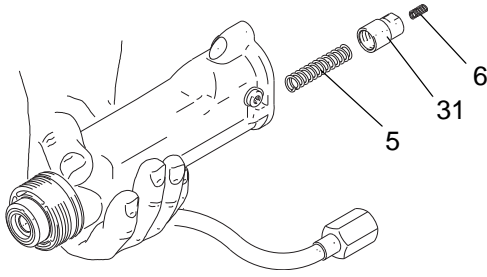
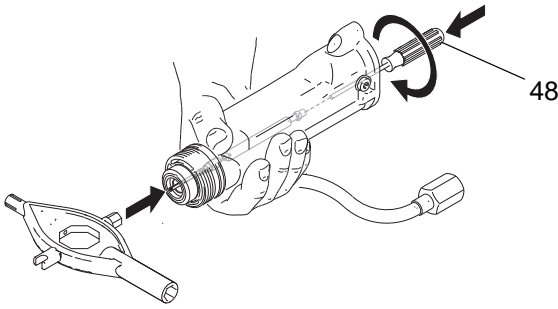

FIG. 30 Yay Başlığı ve Yaylar
FIG. 31. Akışkan İğnesinin Sökülmesi
3. Namluyu (1) sökün, sayfa 42.
4. Yaylı başlığı (31) ve yayı (5) namludan sökün. Bkz. FIGURE 30.
5. Yatak mahfazasının (4) çıkartıldığından emin olun. 2 mm bilye uçlu anahtar (48) akışkan iğnesi düzeneğinin arka tarafına yerleştirin. İğnenin iki bölümünün takılmasını sağlayacak şekilde aleti ileriye doğru itin ve iğneyi açmak için yaklaşık 12 tam tur saat yönünün tersine döndürün.
6. Çok işlevli aletin dış altıgen ucunu kullanarak, sıvı contaları delikten serbest kalana kadar yuvanın ön kısmından akışkan iğne mili üzerinde dikkatli bir şekilde itin. Bkz. FIGURE 31.